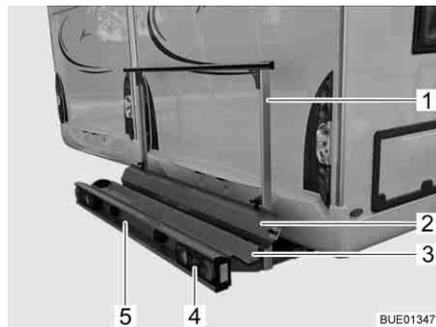
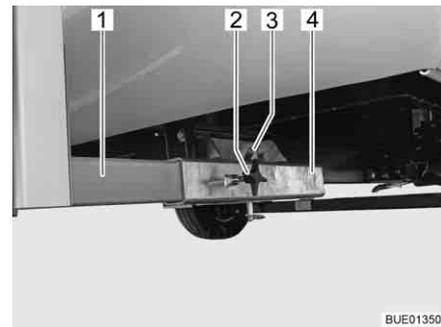

Bild 5 Lastenträger
Bild 6 Befestigung am Fahrzeug
Der Lastenträger (Bild 5) ermöglicht die Mitnahme eines Motorrads oder eines Motorrollers mit einem Gewicht bis zu 130 kg.
- Trägerwanne (Bild 5,3) und Haltebügel (Bild 5,1) mit Befestigung am Fahrzeug (Bild 6)
- Heckleuchten (Bild 5,4)
- Kfz-Kennzeichenbeleuchtung (Bild 5,5)
- Auffahrschiene (Bild 5,2)
Die beiden Längsträger (Bild 6,1) des Lastenträgers sind durch Knebel-schrauben (Bild 6,2) an den Vierkantaufnahmen (Bild 6,4) am Fahrzeugboden fixiert. Gesichert ist der Lastenträger durch einen Bolzen (Bild 6,3) mit Sicherungsring.